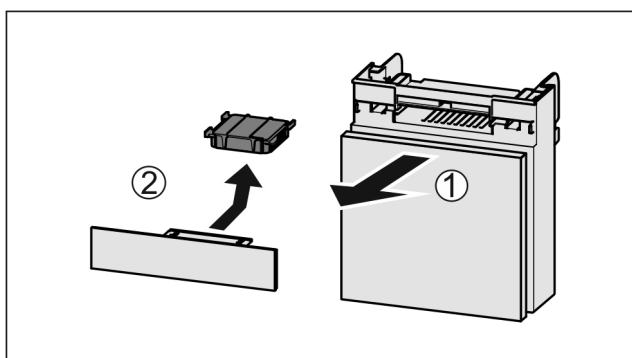

Fig. 157
- ▶ Extrageți Fig. 157 (1) compartimentul către în față.
- ▶ Scoateți Fig. 157 (2) filtrul de cărbune activ.